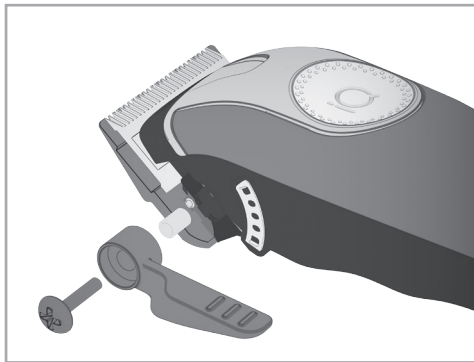

Fig.6
1. Ослабьте винт и снимите рычаг. (Рис. 6)